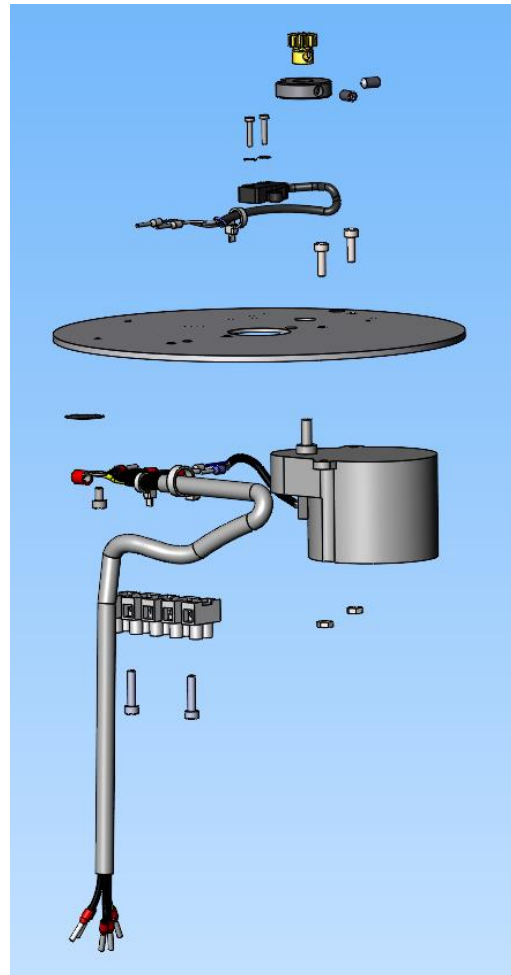

Bild 2
5. Schrauben an der Steuerscheibe öffnen und nach oben abziehen (Bild 2)